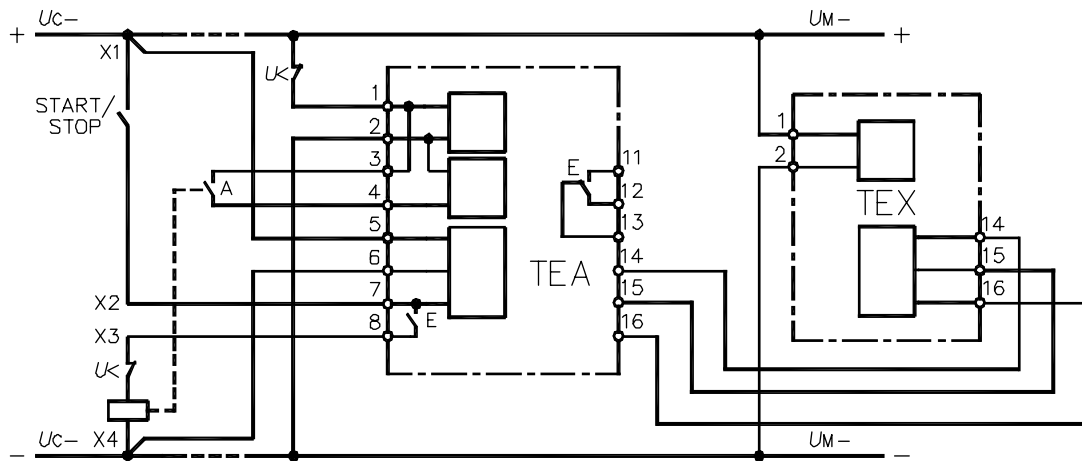

Fig. 10a
- campo di regolazione del tempo di memoria fino a 120 s e tensione di alimentazione di misura U_M in corrente continua, secondo gli schemi di fig. 10a e 10b.
- setting range of the memory time up to 120 s and measuring supply voltage U_M of the direct current type, according to the diagrams of fig. 10a and 10b.